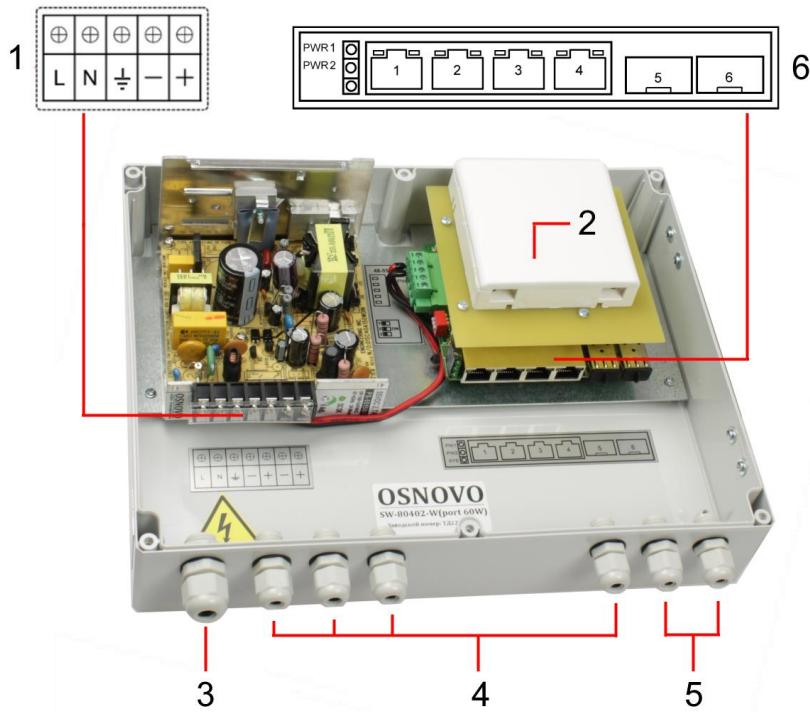

Рис.5 Подключение коммутатора SW-80402-W(port 60W)
2. Проденьте кабели витой пары через соответствующие отверстия гермоводов (4) снаружи внутрь бокса (рис.5).